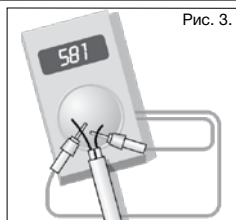

Рис. 3.
- Перед укладкой нагревательного мата следует замерить его омическое сопротивление для проверки работоспособности кабеля (рис. 3).